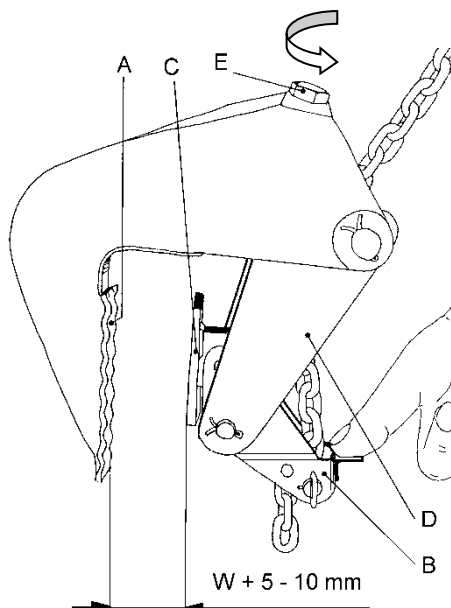
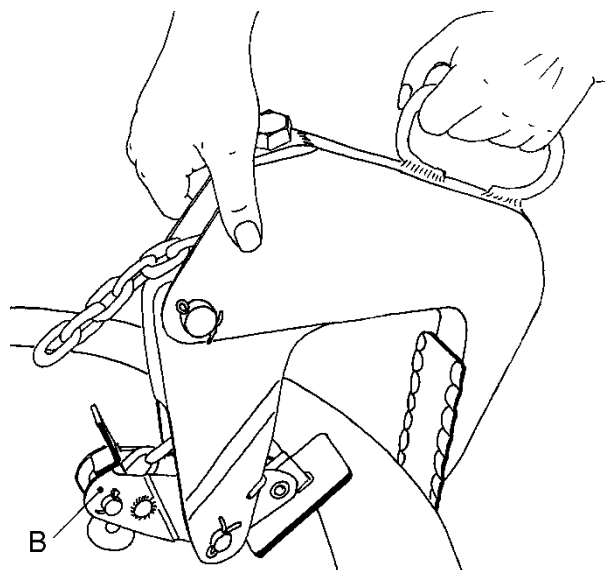

Abb. 3
Abb. 4
Klemme durch Drehen der Verstellehreube (E) öffnen (Abb. 3). Die maximale Öffnungsweite (siehe Typenschild) nicht überschreiten, da die Mutter der Verstellehreube nicht gesichert ist; Absturzgefahr! Die Klemmen so auf die Rohrwand stecken, daß sich der Winkelhebel (B) auf der Innenseite befindet (Abb. 4). Winkelhebel (B) gegen die Federkraft bis zum Anschlag nach unten drücken. Verstellehreube (E) so weit eindrehen, bis die **Öffnungsweite 5-10 mm größer ist als die Wandstärke**. Die Öffnungsweite muß bei allen Klemmen gleich eingestellt sein.